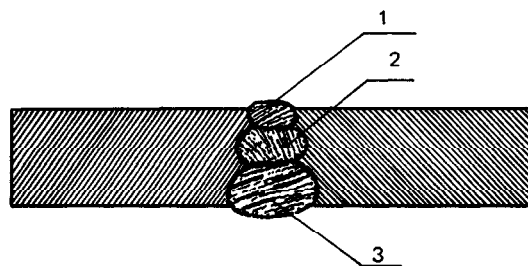

Figura 2.127
- ▲ Sexto paso *Deposite* el resto de los cordones que sean necesarios de acuerdo a la figura 2.127.